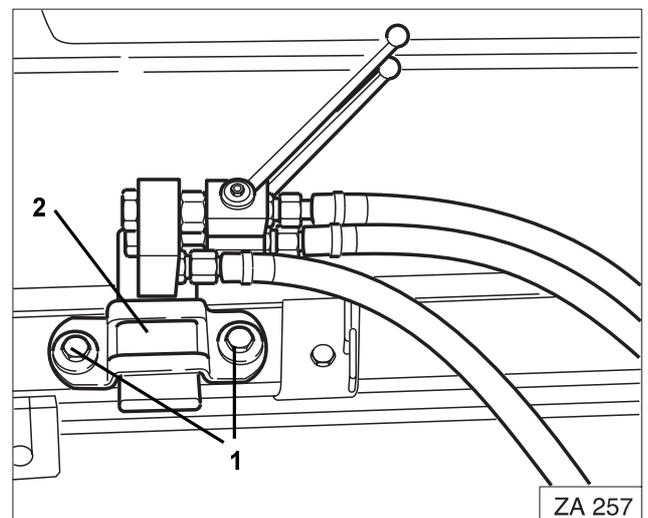

Fig. 61
- Taladrar dos agujeros  $\varnothing$  12 mm en un lugar adecuado para los tornillos de fijación (Fig. 61/1).
- Montar el soporte (Fig. 61/2) con los tornillos de fijación (Fig. 61/1).